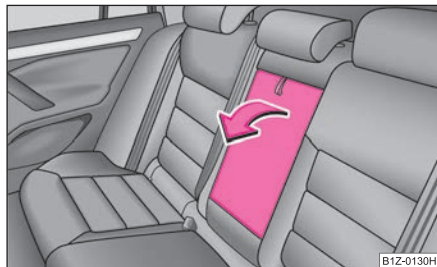

Fig. 69 Scaunele din spate: Cotiera
- Cotiera poate fi pliată în jos trăgând de curelușă ⇒ fig. 69. ■